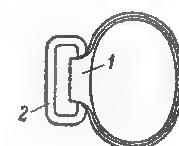

Рис. 51. Ложевое кольцо:
51. **Ложевое кольцо** (рис. 51) служит для соединения ложи, ствольной накладки, нижнего и верхнего кожухов со стволов. Оно имеет прилив с отверстием, в котором помещается кольцо для винтовочного ремня.